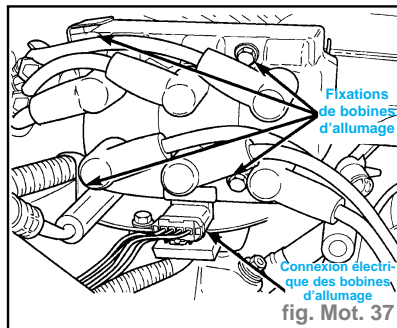

fig. Mot. 37
- Débrancher le connecteur électrique de l'ensemble de bobine (fig. Mot. 37).